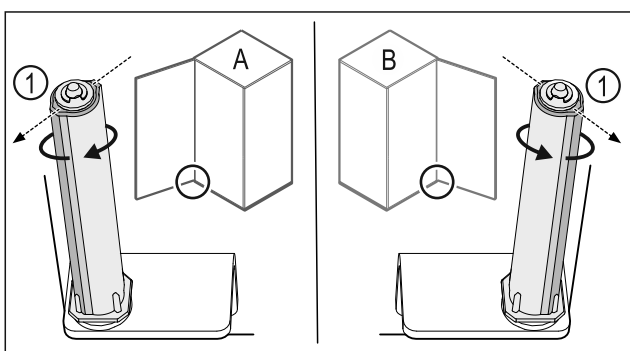

Fig. 37 Vänsterhängd (A)/högerhängd (B)
- Vrid låssystemet mot motståndet, tills låssystemets klack Fig. 37 (1) är vänd utåt.